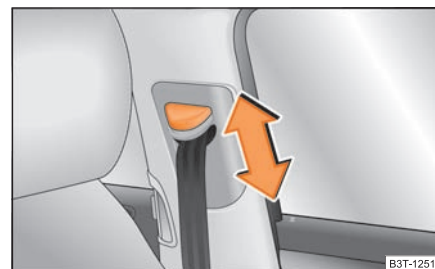

Abb. 167 Vordersitz: Gurthöheneinstellung
- Schieben Sie den Umlenkbeschlag in die gewünschte Richtung nach oben oder unten ⇒ Abb. 167.